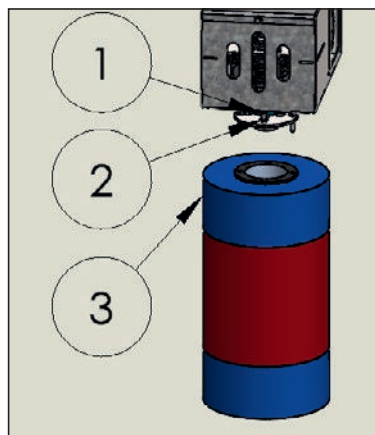

Fig. 4: Montage børste
2. Fastgør børsten på drivenheden med de fire skruer (fig.4 pos.1), skiver (fig.4 pos.2).